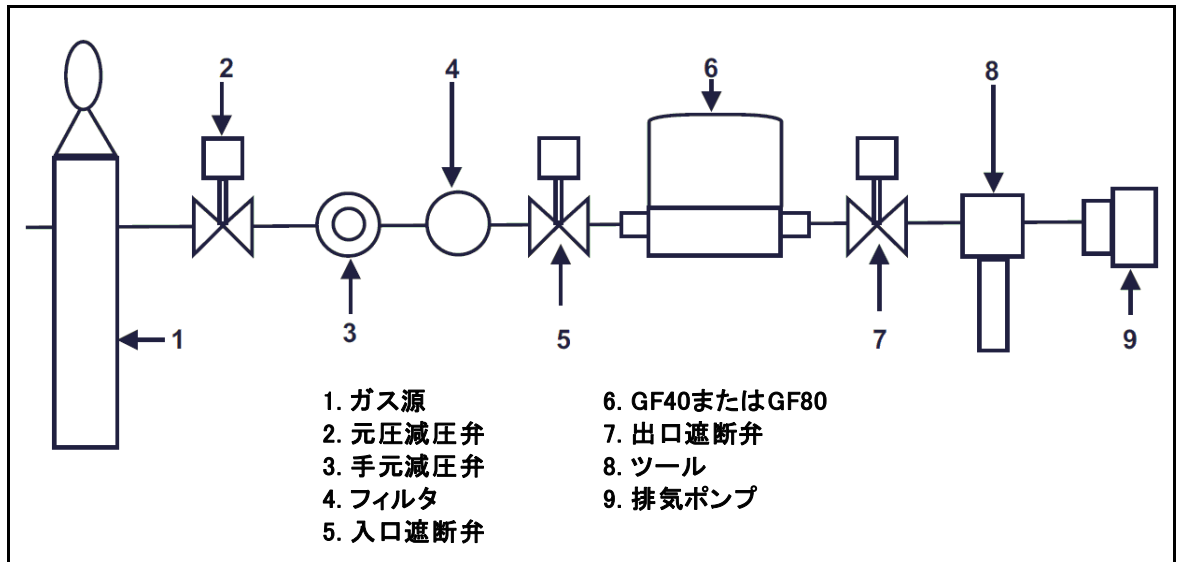

図 2-1 一般的なガス供給ラインの配置
一般的なガス供給ラインの配置例を、図 2-1 に示します。GF40/GF80 は、ガスパネル内部に配置される場合があります。
更なる安全のために、GF40/GF80 シリーズとガスが加圧されたラインの間にある二つの遮断弁を閉じることを推奨します。詳細については、図 2-1 を参照してください。
詳細については、図 2-1 を参照して下さい。
3. 図 2-1 を参照してください。入口側シャットオフバルブ(5)を開け、出口側シャットオフバルブ(7)を閉めます。これにより GF40/GF80 シリーズの圧力損失とそれに付随した GF40/GF80 内蔵の PID コントロールバルブのリークを回避します。
5. 図 2-1 を参照してください。プレッシャレギュレータ(3)からの圧力影響を防止するため入口側遮断弁(5)を閉じます。